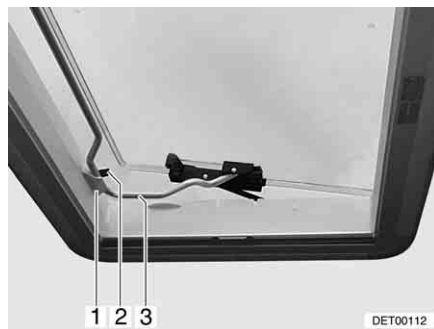

Fig. 67 Claraboya Heki en posición de ventilación 2
- Situar la horquilla (Fig. 67,3) en la sujeción (Fig. 67,1).
- Colocar la palanca (Fig. 67,2) sobre la horquilla.